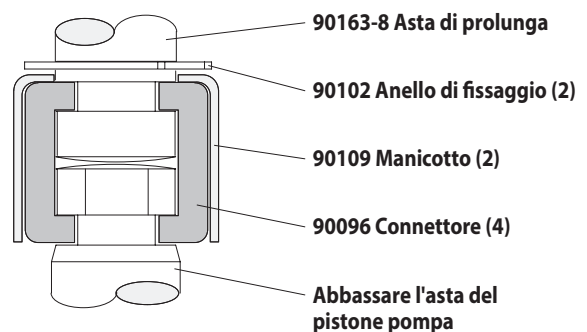

Figura 2
- Utilizzando le pinze dell'E-ring, allontanare l'anello di ritegno facendolo scivolare verso l'alto quanto basta per consentire al manicotto di spostarsi in alto, liberando i due connettori (vedere la Figura 2). Accantonare il motore ad aria.